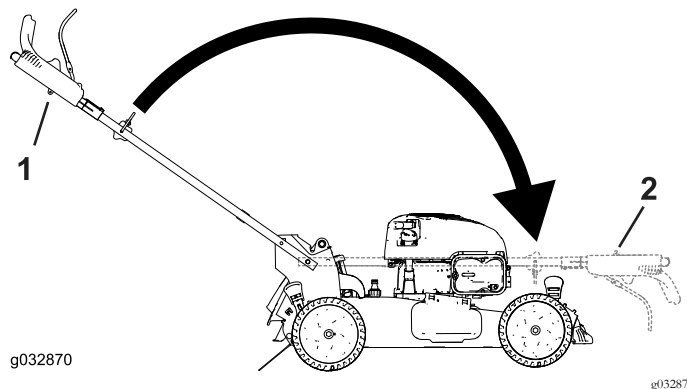

Figura 28
- Pomo del manillar (2)
- Perno de cuello cuadrado (2)
- Doble el manillar girándolo hacia adelante (Figura 28).